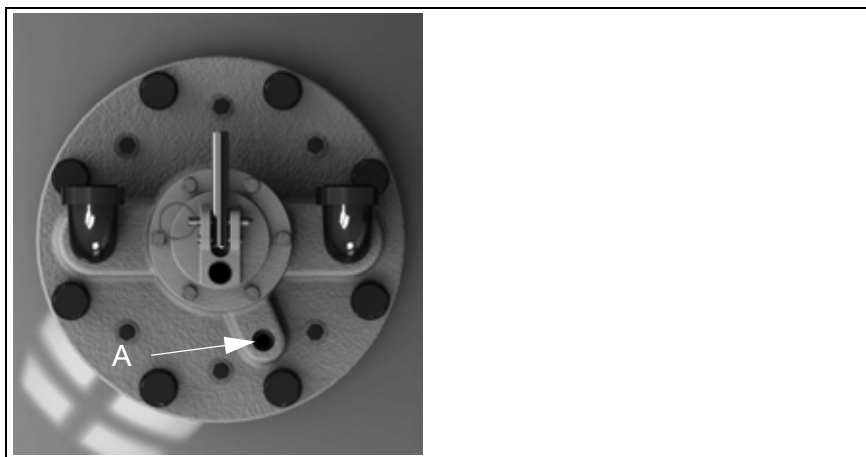

Рис. 9: Подсоединение подачи воздуха к клапану
- вдавить шланг линии управления в контакт управления (В, рис. 9) выпускного клапана.